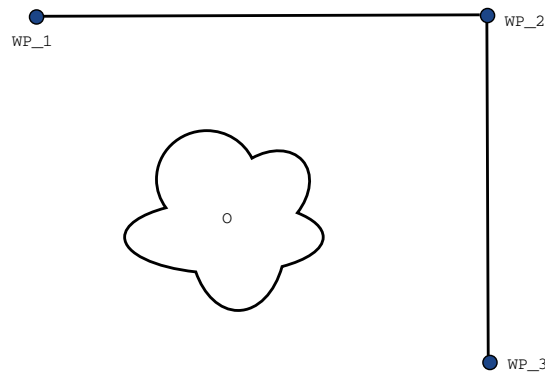

Abbildung 15.2: WP_1: Ausgangsstellung, WP_2: Zwischenziel, WP_3: Aufnahme-Position, O: Hindernis.
Beispiel Betrachten wir beispielsweise eine Pick-and-Place-Anwendung (siehe Abbildung 15.2), bei der sich der Roboter aktuell am Wegpunkt 1 (WP_1) befindet und ein Objekt am Wegpunkt 3 greifen (WP_3) soll. Um Kollisionen mit dem Objekt und anderen Hindernissen (0) zu vermeiden, muss sich der Roboter WP_3 aus der Richtung von Wegpunkt 2 kommend (WP_2) nähern. Es werden also drei Wegpunkte für die Bahn einbezogen, um die Anforderungen zu erfüllen.